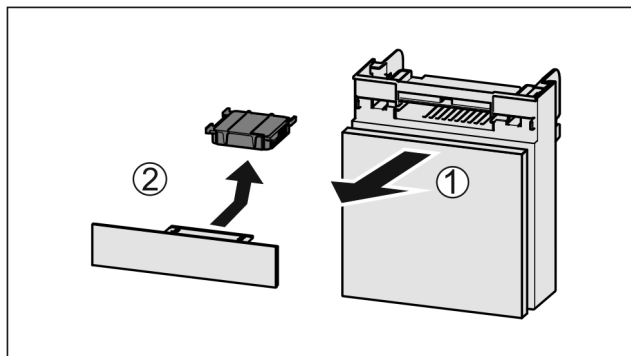

Fig. 126
- ▶ Extrageți Fig. 126 (1) compartimentul către înainte.
- ▶ Scoateți Fig. 126 (2) filtrul de cărbune activ.